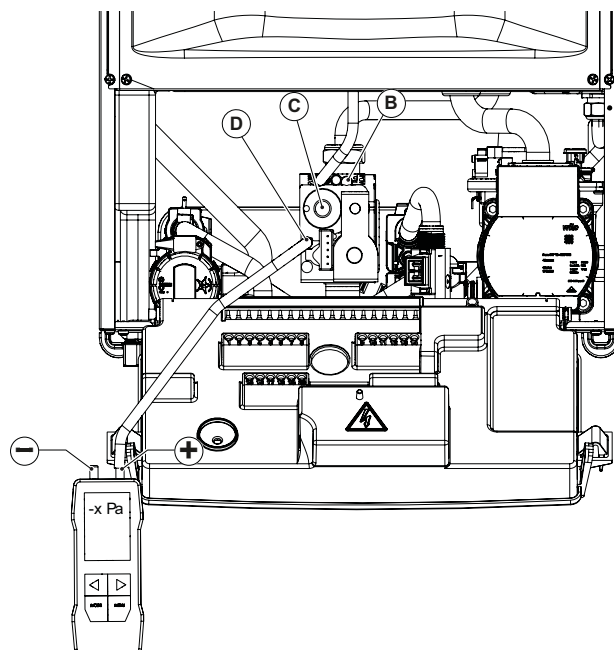

Fig. 35 Regulación presión de offset
- Abrir el tornillo de la toma de presión de offset **D** y conectarla a la entrada positiva (*) del manómetro diferencial (ver Fig. 35 Regulación presión de offset).